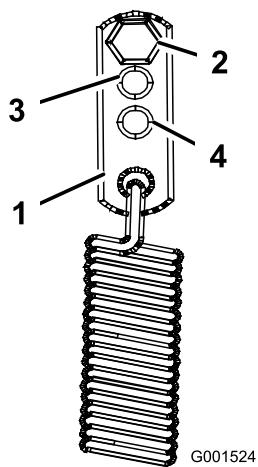

Figura 45
- Para un ajuste más duro, vuelva a colocar los anclajes de los muelles en las posiciones de servicio medio o pesado (Figura 45). Los anclajes de los muelles se fijan a la esquina superior trasera de los protectores de la transmisión hidrostática en cada lado de la máquina.
La palanca del freno de estacionamiento está situada en el lado derecho de la máquina (Figura 45). Si el freno de estacionamiento no inmoviliza la máquina, ajústelo.